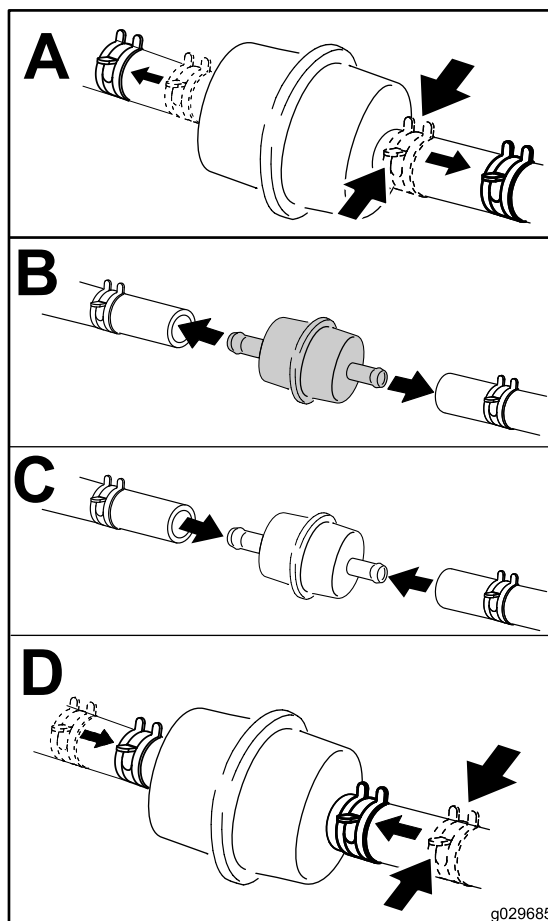

図 42
4. 燃料フィルタの下に汚れのない容器を置き、図 42 に示すように燃料フィルタを交換する。